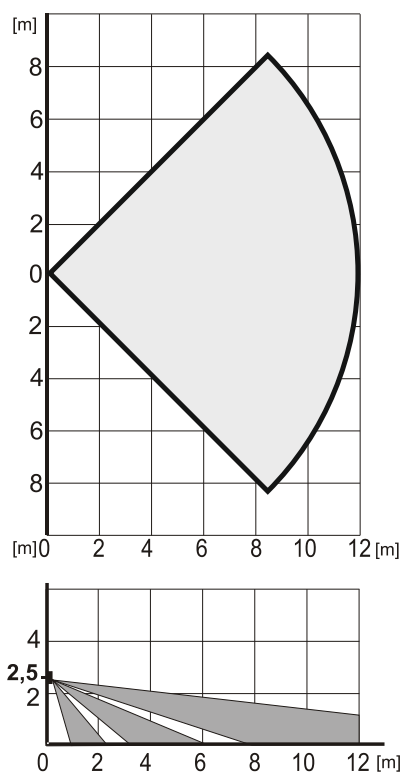

Рис.3. Данные характеристики детектирования действительны для стандартного уровня устойчивости пассивного инфракрасного детектора.
Детектор оснащен объективом (2) с зоной охвата 90°/12 м и 3 лучами (завесы детектора), см. рис. 3. Установка объектива другого типа не предусмотрена. Эта характеристика детектирования одинакова для белого и серого объективов.